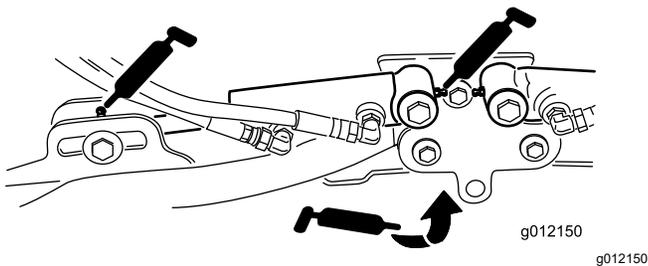

图 71
- 滚刀组提升臂枢轴每个滚刀组 2 个 图 71
- 提升臂枢轴每个滚刀组 1 个 图 71